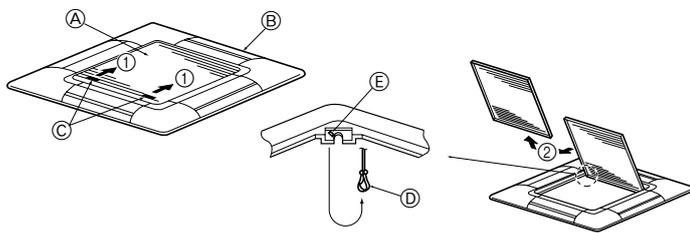
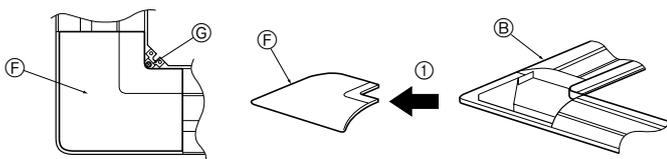

Fig. 8-3
Fig. 8-4
8.2.1. Πώς αφαιρούνται οι γρίλιες εισόδου αέρα (Fig. 8-3)
- Σύρατε τους μοχλούς προς την κατεύθυνση που δείχνει το βέλος ① για να ανοίξετε τις γρίλιες εισόδου αέρα.
- Με τις γρίλιες εισόδου αέρα στη θέση "ορεπ" ("ανοιχτές"), βγάλτε τον αρθρωτό τους σύνδεσμο από τις γρίλιες όπως δείχνει το βέλος ②.
8.2.2. Πώς αφαιρείται το γωνιακό πλαίσιο (Fig. 8-4)
- Αφαιρέστε τη βίδα από τη γωνία του γωνιακού πλαισίου. Σύρατε το γωνιακό πλαίσιο όπως δείχνει το βέλος ① για να το αφαιρέσετε.